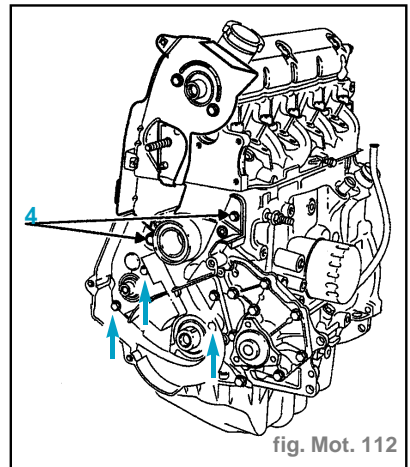

fig. Mot. 112
- le connecteur de l'injecteur instrumenté (2) des bougies de préchauffage, du stop électrique et de pompe d'injection,
- le tuyau de réaspiration d'huile (3),
- les vis (4) et desserrer les autres vis de fixation du carter intérieur de distribution (fig. Mot. 112),